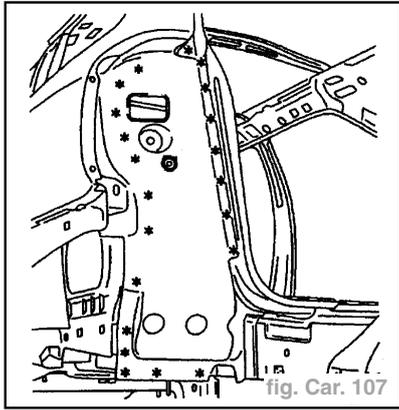

fig. Car. 107
- Dégrafer les points à l'aide d'une fraise de  $\varnothing = 8 \text{ mm}$  (fig. Car. 107).